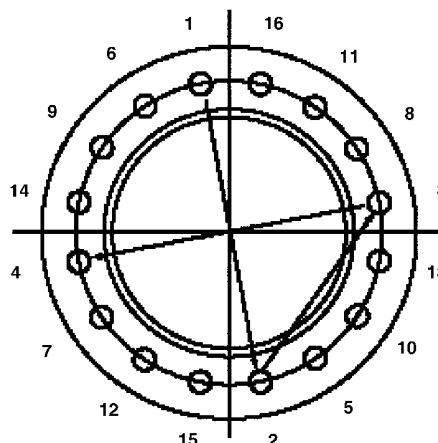

Fig. 15
4.11 Quando si reinserisce lo scambiatore occorre applicare ai tiranti la coppia indicata nella tabella. I valori di coppia sono per superfici, dadi e bulloni lubrificati. Il serraggio deve avvenire in modo uniforme ed agendo sui bulloni diametralmente opposti come illustrato nella fig. 15.
4.11 When the heat exchanger is reinstalled it is necessary to apply the torque indicated in table 1 the values are for lubricated surfaces of bolts and studs. The tightening must be done evenly operating on diametrically opposite bolts as fig. 15.